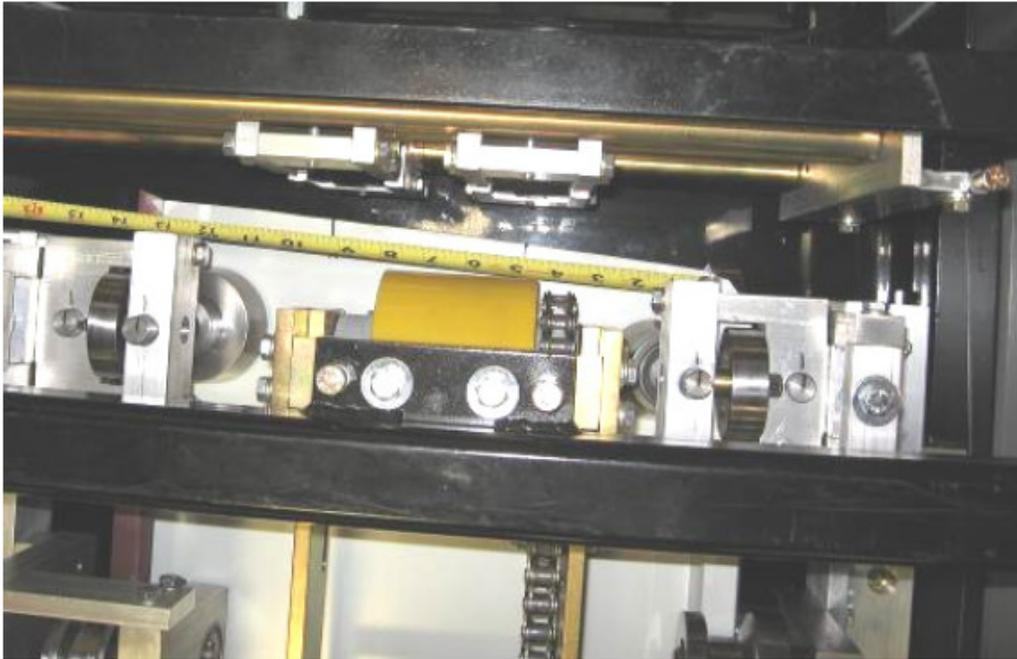

Ilustración 55: Espaciando los bead rollers.
18. Si requiere cordones en el panel, determine el espacio necesario, por ejemplo: un panel de 12" de ancho con 2 cordones en el centro del panel va a darle 3 espacios iguales o $12'' \div 3 = 4''$ desde el centro al centro de cada cordón. Con una cinta métrica, mida desde la parte externa de la esquina de la pierna hembra. Use un marcador o lápiz de grasa para marcar los espacios 4" y 8". Ahora tiene 3 espacios iguales (Ilustración 55).